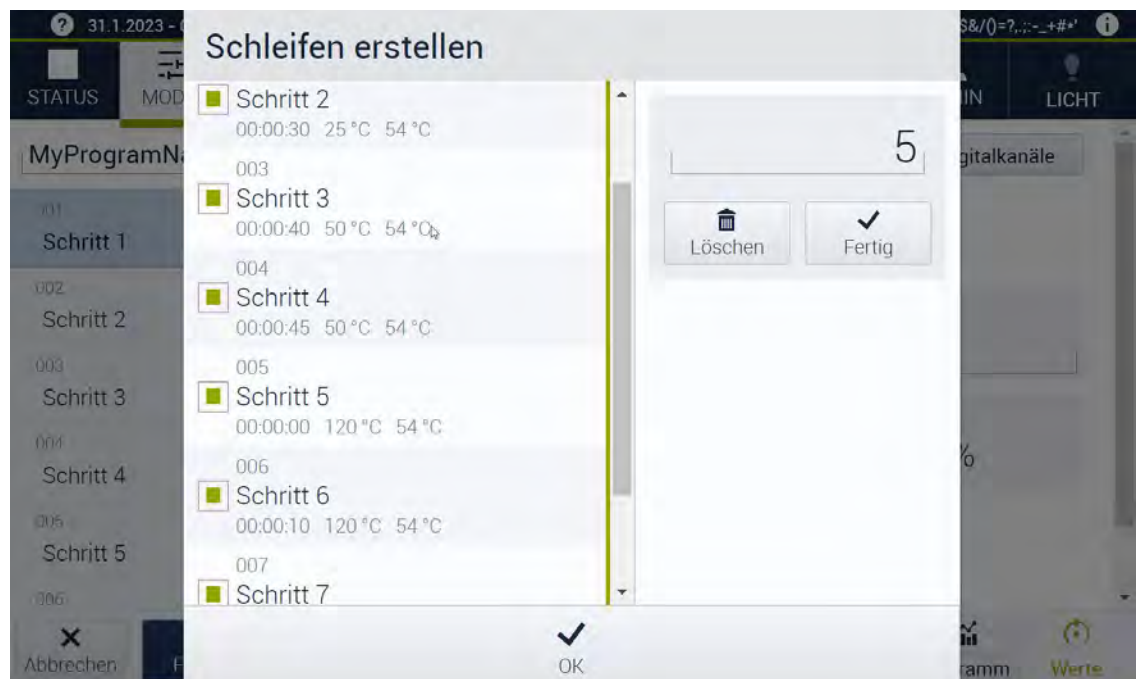

Abb. 6-2 Schleifen erstellen
- ✓ Der Dialog **Schleifen erstellen** öffnet sich → *Abb. 6-2 »Schleifen erstellen«* (Seite 75).